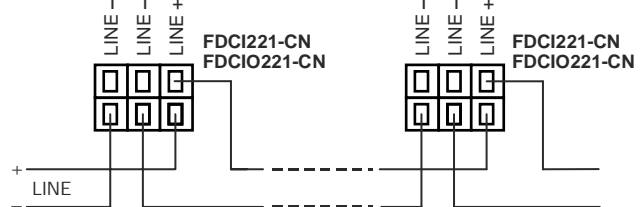

Fig. 12
- Detector line: Fig. 12
- Melderlinie: Fig. 12